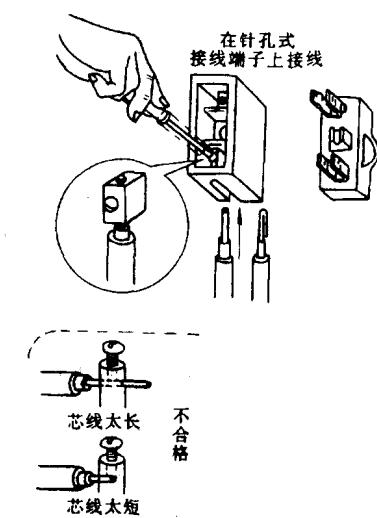

图 1.1.2 在针孔式接线端子上接线
(1) 拔下熔断器瓷插盖，在木台上选好合适的位置，将瓷插式熔断器的瓷底座固定在木台上。
(2) 用单股塑料硬线(或皮线)与熔断器瓷底座上的接线端子头(静触头)相连。瓷插式熔断器上的接线端子是针孔式的。在针孔式接线端子上接线时，若芯线较粗，只要把芯线插入针孔，旋紧螺丝即可。这时要注意导线的芯线不能太长也不能太短。如果导线芯线较细，则要把芯线折成双股，再插入针孔，如图 1.1.2 所示。